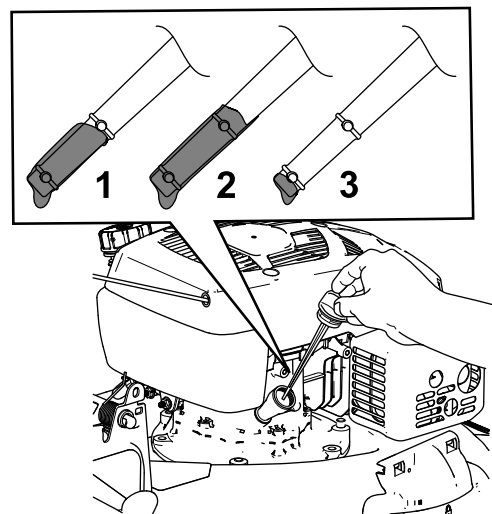

Figura 32
3. Retire la varilla girando el tapón en el sentido contrario a las agujas del reloj y tirando del mismo (Figura 32).
4. Ponga la máquina de lado (con el filtro de aire hacia arriba) para drenar el aceite usado del tubo de llenado de aceite (Figura 32).